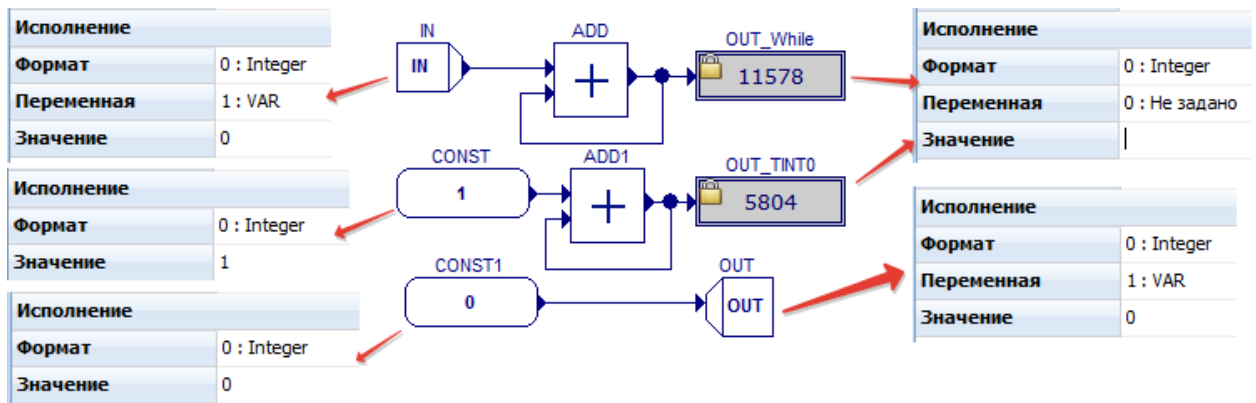

Рис. 105. Схема счётчиков
12. Перейдите в окно набора формул блока **FORMULA**, находящегося в корневом поле набора и создайте в нем схему, аналогичную приведенной на рис. 105: